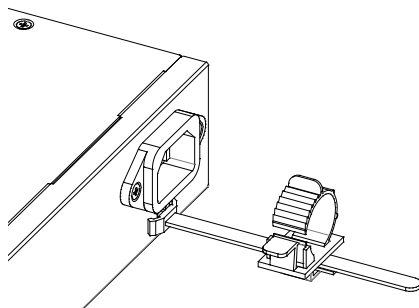

図 3-14 AC 電源コードストッパーの取り外し方法 1
- (4) AC 電源コードストッパーから電源ケーブルを外す場合は、AC 電源コードプラグ部をコンセントから抜き、輪部のロックを解除し輪部を緩め、AC インレットから電源コードを抜いてください。(図 3-14 参照)